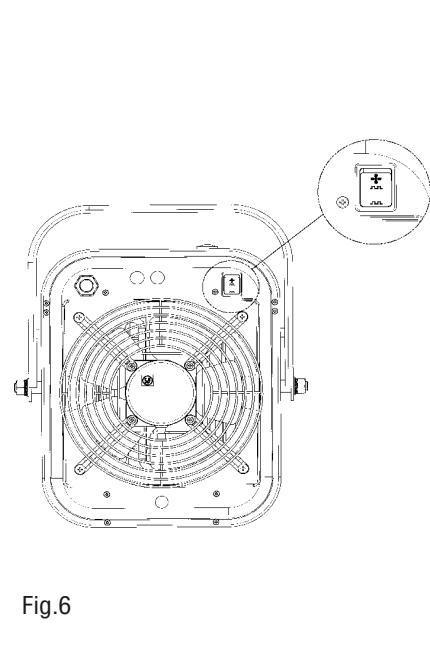

Fig.6
-Cuando el comutador situado en la parte posterior (fig.6), esté en la posición el termostato opcional (TR-1 o TR-2) actúa únicamente sobre las resistencias, desconectándolas cuando la temperatura seleccionada por el termostato esté alcanzada. El ventilador funciona permanentemente.